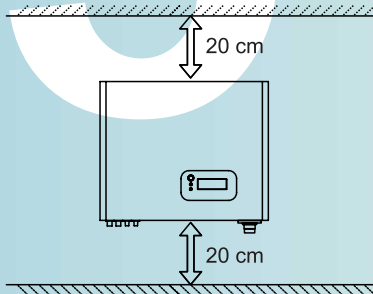

Fig. 1
- Para que la convección natural del radiador pueda producirse, dejar un espacio mínimo de 20 cm por encima y por debajo del aparato (Fig. 1).